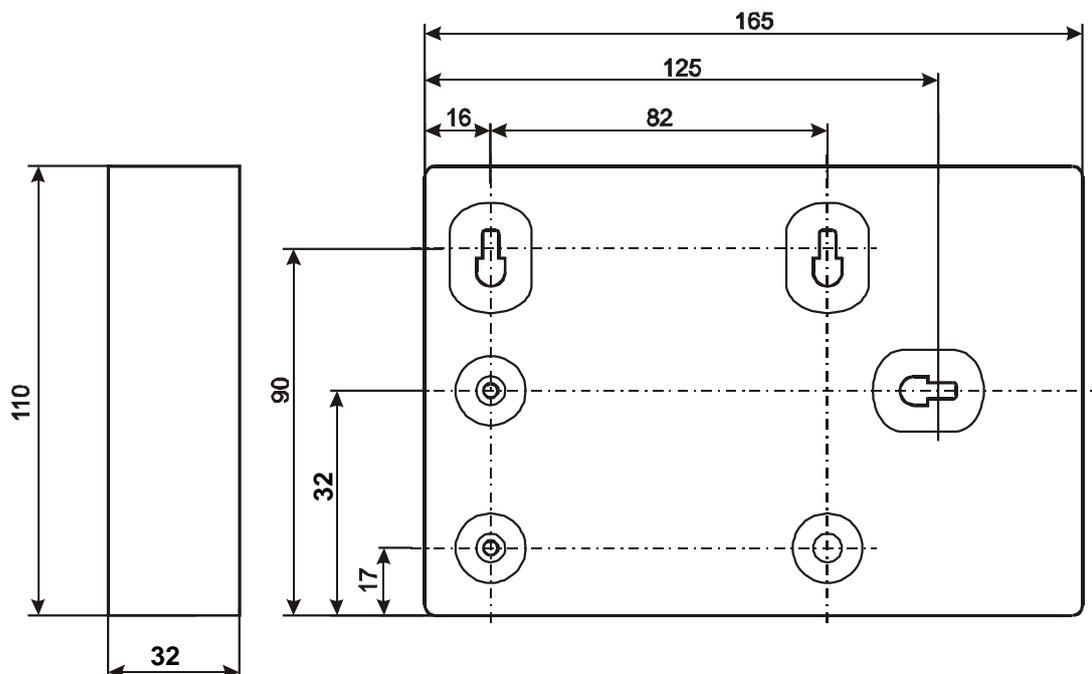
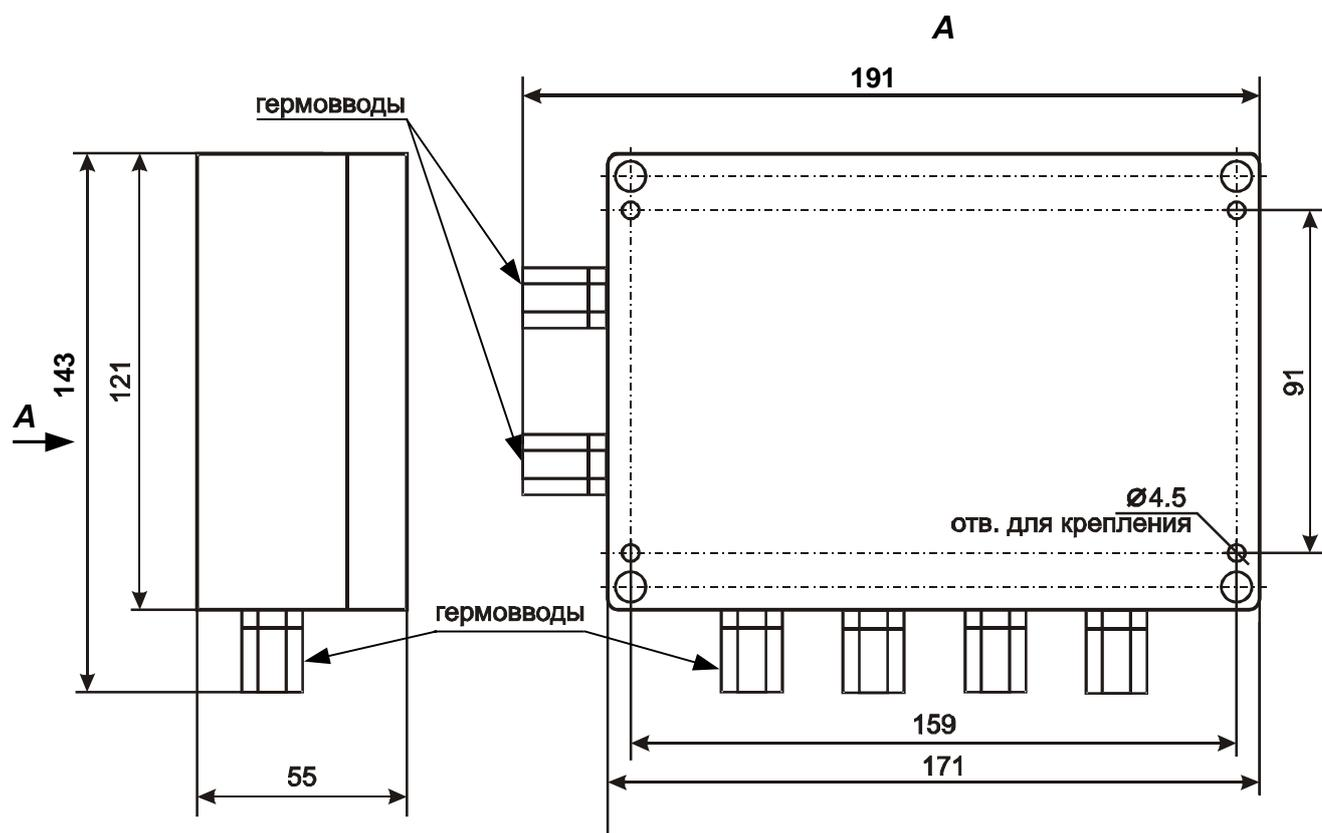

Рис. 2 Внешний вид и габаритные размеры СКИУ исп. IP20
Рис. 3 Внешний вид и габаритные размеры СКИУ исп. IP65, "К"
- IP20 - для применения в обогреваемых помещениях (Рис. 2);
- IP65 (включая модификацию К)– для применения в условиях повышенной запыленности, влажности или пониженной температуры окружающей среды (Рис. 3).
5.1. Внешний вид и габаритные размеры СКИУ в различных исполнениях показаны на Рис. 2 и Рис. 3.